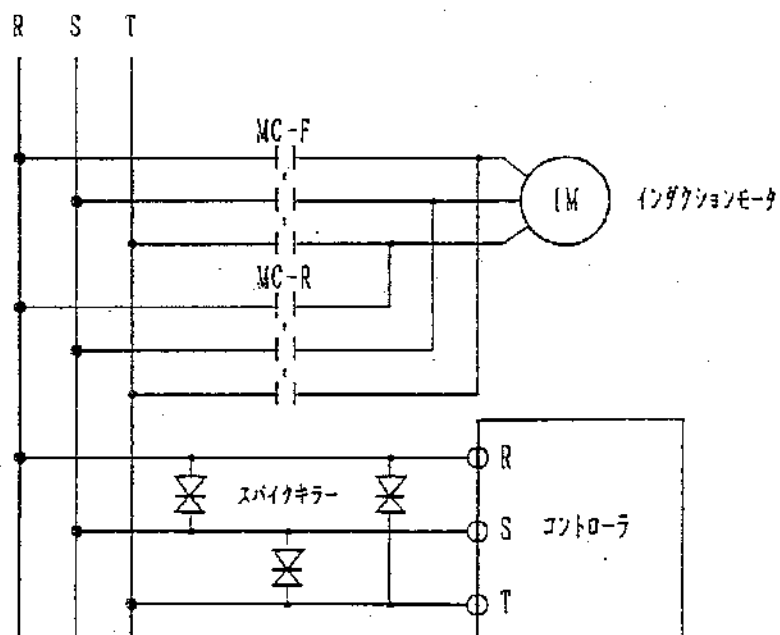

図4-5 インダクションモータとの電源共用
- (2) 図4-5 のようにインダクションモータと主電源を共用する場合、インダクションモータ（IM）の正転、逆転時に発生するスパイクノイズで、コントローラ内部の整流器が破損する事があります。